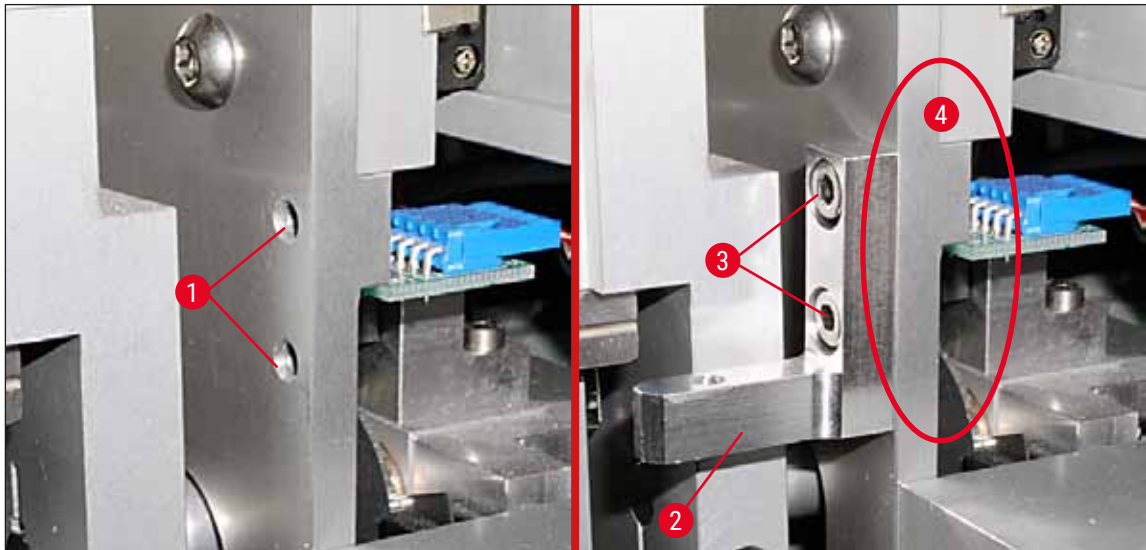

Fig. 21
2. En primer lugar, ajustar la escuadra de montaje (→ Fig. 21-2) en los orificios (→ Fig. 21-1) de la pared de la carcasa (→ Fig. 21-4) utilizando los dos tornillos (→ Fig. 21-3). Asegurarse de que la escuadra de montaje quede paralela al borde de la pared de la carcasa (elipse, (→ Fig. 21)).
2. Si el borde del portaobjetos toca la tapa del soporte del cepillo, tras desatornillar los tornillos (→ Fig. 21-3) de la pared de la carcasa (→ Fig. 21) es posible efectuar un ajuste de precisión. Para hacerlo, aprovechar el juego existente en los orificios.